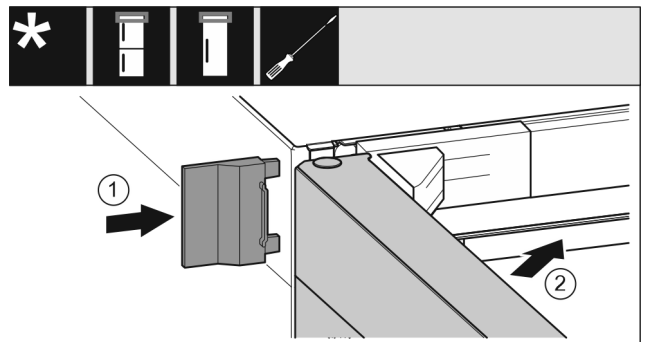

Fig. 23
- ▶ Насуньте зовнішню кришку. Fig. 23 (1)
- ▶ Закрийте верхні дверцята. Fig. 23 (2)